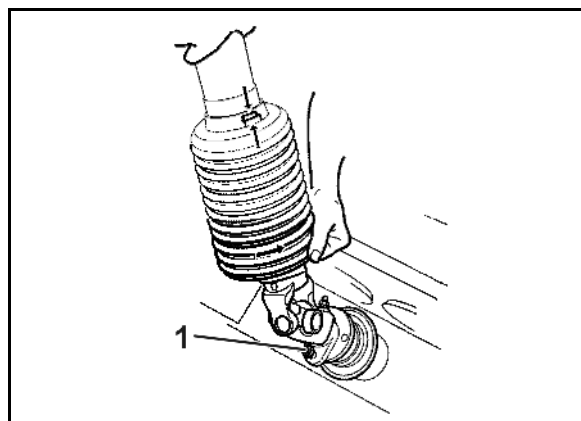

Рис. 95
2. Отсоедините пресс-масленку (Рис. 95/1) в соединительной вилке (Рис. 95/3) карданного вала (Рис. 95/2).
3. Отсоедините срезной винт (Рис. 95/4) между фланцем вилки карданного вала и фланцем первичного вала редуктора.